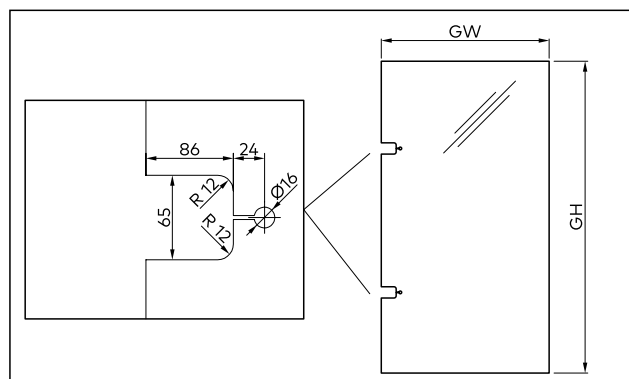

Fig. 7 Muestras para fijación
2. Compruebe las dimensiones del vidrio, consultar (Fig. 7).